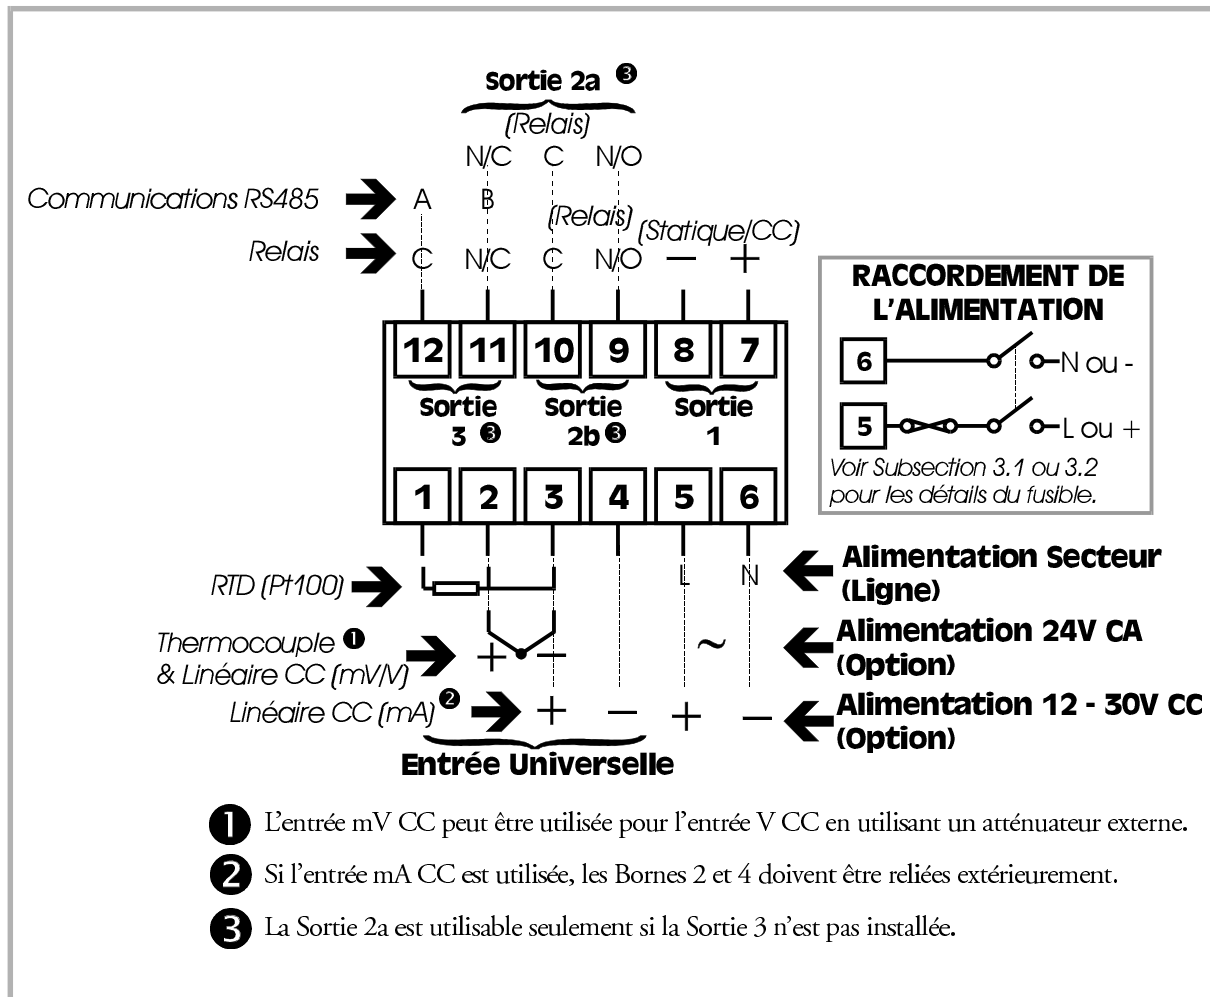

Figure 3-1 Raccordement Bornes Arrières
PRECAUTION: Cet appareil est conçu pour fonctionner dans un coffret fournissant une protection suffisante contre les chocs électriques. Les réglementations nationales relatives aux installations électriques doivent être rigoureusement respectées. Des dispositions doivent être prises afin d'éviter que du personnel non autorisé ait accès aux bornes d'alimentation. L'alimentation doit être connectée via un relais d'isolation bipolaire (situé de préférence près de l'équipement) et être protégée par un fusible 1A (voir Figure 3-1).
Ce régulateur peut être alimenté en 24V CA, 50/60Hz ou 12 - 30V CC. La consommation est d'environ 4W. L'alimentation doit être connectée via un relais d'isolation bipolaire et un fusible 350mA (Type T) - voir Figure 3-1.
L'entrée CC (mV) est reliée aux bornes 2 et 3 selon les polarités indiquées à la Figure 3-1. L'entrée CC (V) est reliée aux mêmes bornes mais exige un atténuateur externe. L'entrée CC (mA) est reliée aux bornes 3 et 4 selon les polarités indiquées à la Figure 3-1 et les bornes 2 et 4 doivent être shuntées.